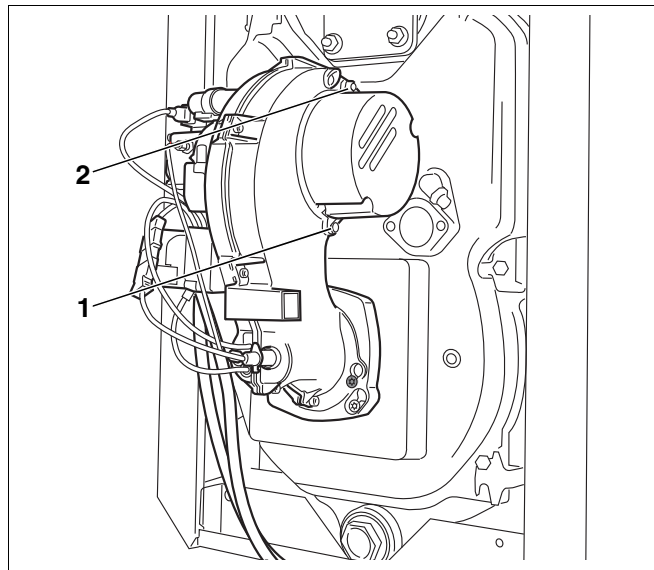

Рис. 23 Осмотр крыльчатки вентилятора
- Открутить два болта с внутренним шестигранником SW 5 (Рис. 23, поз. 1 и 2).